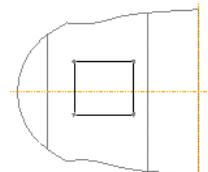

图 6.2.41 截面图形
Step7. 草绘拔模区域。在绘图区右击，选择 **定义内部草绘...** 命令；设置 FRONT 基准平面为草绘平面，RIGHT 基准平面为参照平面，方向为 **左**；接受系统给出的默认参照；创建图 6.2.41 所示的封闭草绘几何（可以绘制多个封闭草绘几何）。